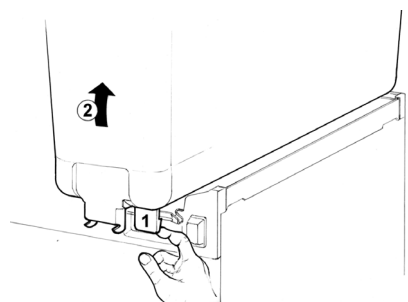

figura 3
- 2 Togliere il contenitore vuoto sollevandolo dal lato rubinetto e sfilandolo dalla guarnizione (vedere figura 3).